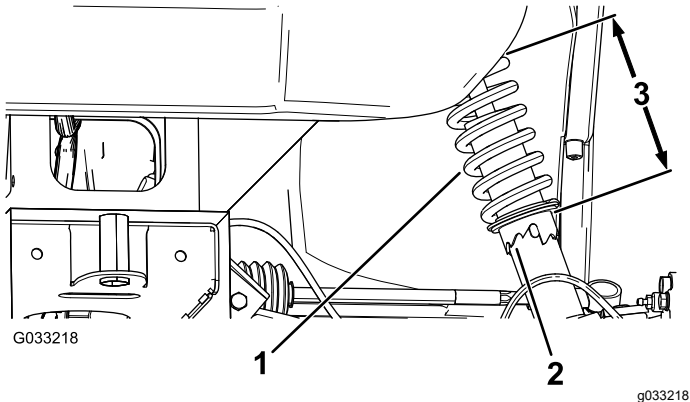

Figura 59
- Si la caída de la rueda no está alineada, utilice la llave de gancho para girar el collarín del amortiguador y alinear la rueda (Figura 59).